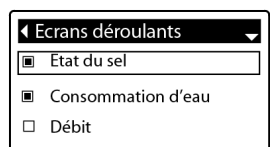

FIG.41
5. Appuyez sur SELECT (O) pour afficher le menu Ecrans déroulants (Figure 41).